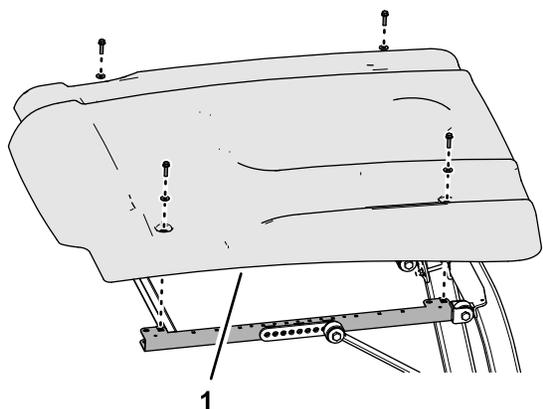

Figura 1
2. Togliete il parasole dalla macchina (Figura 1).